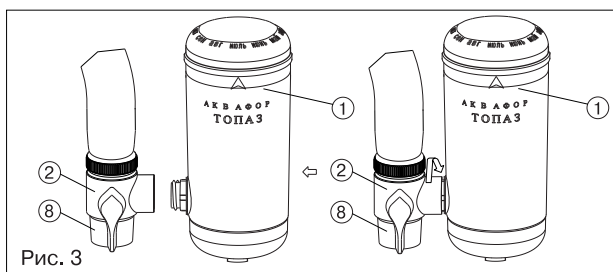

Рис. 3
Для замены модуля (1) поверните его относительно переключающего клапана (2) на один оборот против часовой стрелки и аккуратно выньте модуль (1). Расположите новый модуль (1) вертикально и аккуратно вставьте его до упора в переключающий клапан (2), после чего поверните новый модуль (1) на один оборот по часовой стрелке (рис. 3). В случае засорения аэратора (8) его следует отвернуть и промыть.